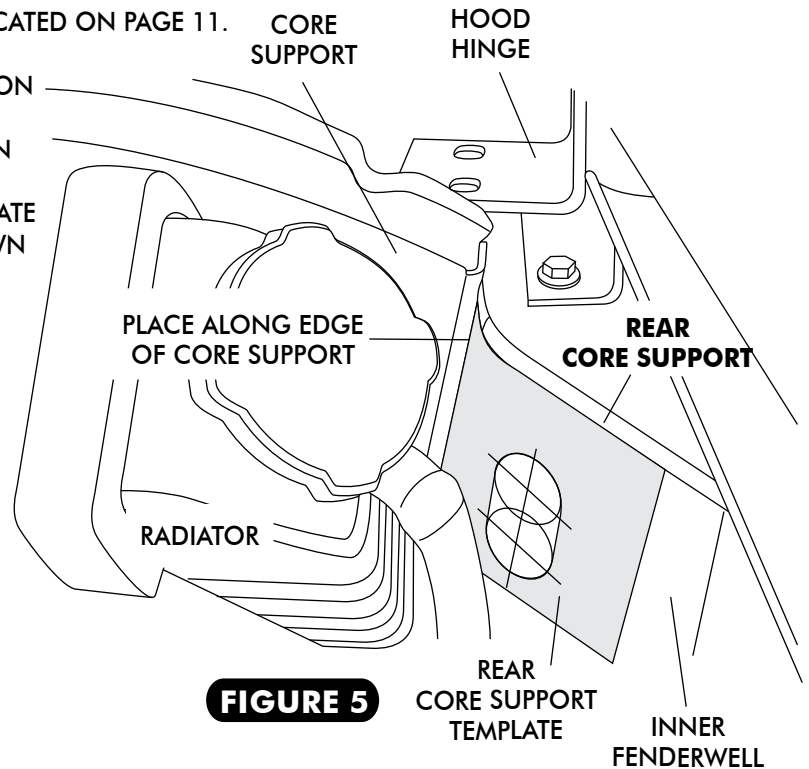

FIGURE 5
- POSITION THE TEMPLATE AS SHOWN (AS NOTED ON TEMPLATE). PLACE THE TOP EDGE ALONG THE TOP EDGE OF THE INNER FENDERWELL AS SHOWN AND FOLD THE TEMPLATE AROUND THE INNER FENDERWELL ALIGNING THE EDGE OF THE TEMPLATE WITH THE EDGE OF THE CORE SUPPORT AS SHOWN IN FIGURE 5.